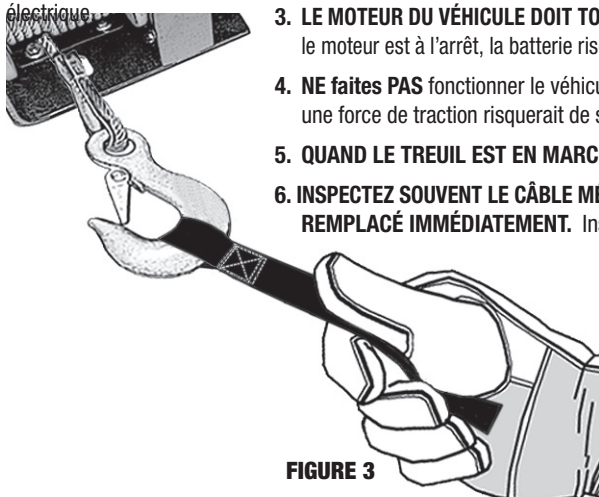

FIGURE 3
7. PORTEZ DES GANTS EN CUIR ÉPAIS pour manipuler le câble métallique. **NE LAISSEZ PAS LE CÂBLE MÉTALLIQUE SE DÉROULER DANS VOS MAINS, AVEC OU SANS GANTS. UTILISEZ TOUJOURS LA SANGLE DE TIRAGE MANUEL** pour guider l'enroulement et le déroulement du câble métallique. (FIGURE 3)
- 1. LE CÂBLE MÉTALLIQUE DOIT TOUJOURS ÊTRE ENROULÉ SERRÉ AUTOUR DU TAMBOUR.** Maintenez toujours le câble métallique régulièrement enroulé et serré autour du tambour. Ne laissez pas le câble s'enrouler de façon lâche. Un tambour lâchement enroulé permet au câble sous charge de se déplacer sous les couches d'enroulement de câble sur le tambour. Quand ceci se produit, le câble peut demeurer bloqué au milieu des enroulements et s'endommager. Il est de bonne pratique d'enrouler le câble métallique sous tension après chaque usage. Appliquez une tension en utilisant la sangle de tirage manuel (FIGURE 3) et portez **TOUJOURS** des gants.